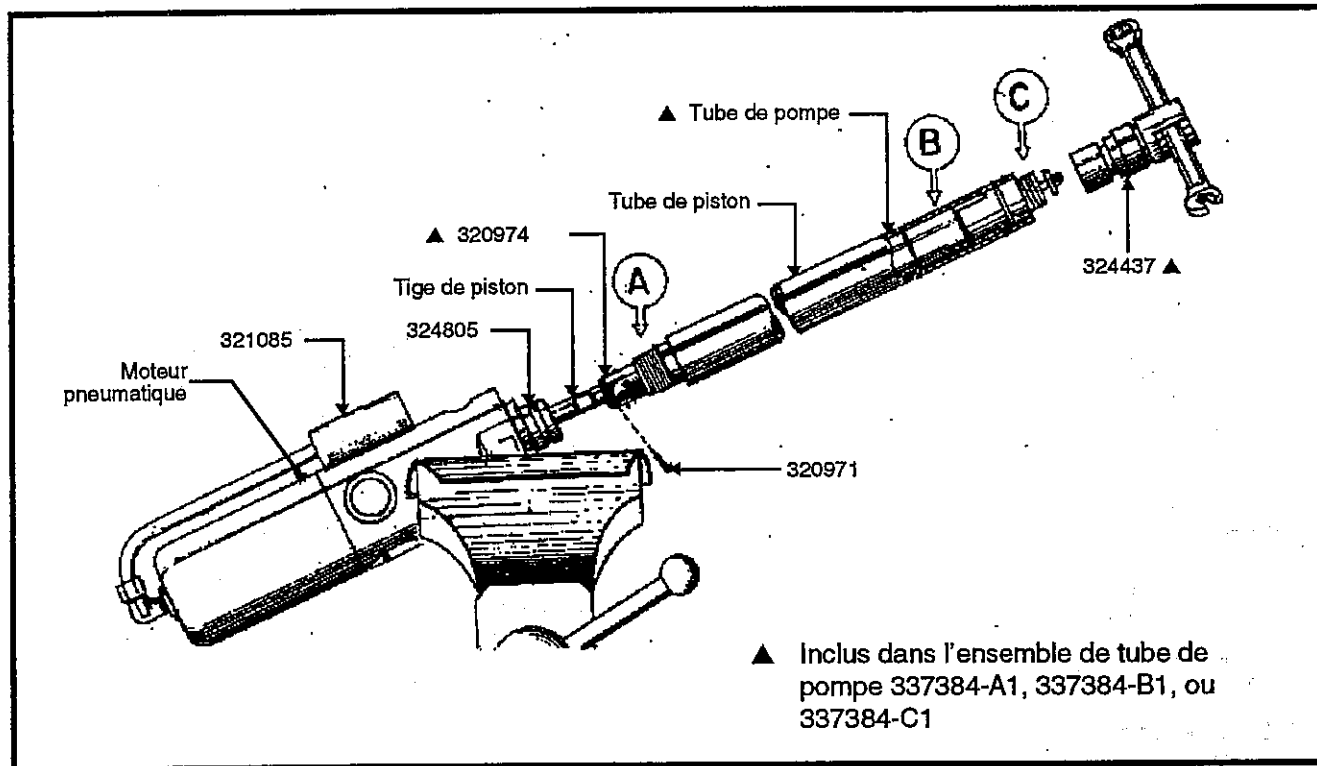

Figure 3 : Dégagement du moteur pneumatique de l'ensemble de tube 337384-A1, 337384-B1, ou 337384-C1
Séparez le moteur pneumatique de l'ensemble de tube et tige de la façon indiquée ci-dessous : (Voir la Figure 3).
3. L'ensemble de tube et tige 337384-A1, 337384-B1, ou 337384-C1 se desserre à l'une de trois jonctions : (Voir la Figure 3).
- d. Dévissez la partie restante du tube de pompe de l'adaptateur 324805 pour mettre à découvert le raccord 320974. Tapez sur la goupille 320971 et faites-la sortir du raccord à l'aide d'un poinçon de diamètre approprié. Dévissez le raccord de la tige de piston du moteur pneumatique. **NE PERDEZ PAS LA GOUPILLE** (Voir la Figure 3).
- b. Tapez sur la goupille 320971 et faites-la sortir du raccord 320974 à l'aide d'un poinçon de diamètre approprié et dévissez le raccord de la tige de piston du moteur pneumatique. **NE PERDEZ PAS LA GOUPILLE (Voir la Figure 3).**
27. Le moteur pneumatique doit être placé dans un étau, comme l'indique la Figure 3, puis complètement réassemblé.